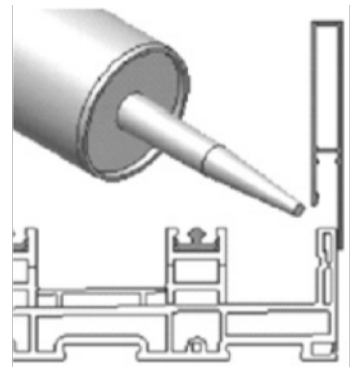

Figura 8
- 3. Si se trata de una puerta de derivación**, ubique el elevador del umbral (piezas 17, 18, 19 o 20). Alinee el elevador con el umbral del marco y aplique un pequeño cordón de sellador a lo largo de la parte superior del umbral del marco (figura 8). Fije el elevador con un mazo de goma, asegurándose de que encaje a presión en su lugar.
8. Será necesario recortar el **elevador del umbral** para que quede a tope contra el gancho tipo P (figura 7). Alinee el elevador del umbral con el umbral del marco y aplique un pequeño cordón de sellador en la parte superior del umbral (figura 8). Fije el elevador del umbral en su lugar con un mazo de goma, asegurándose de que encaje a presión en su lugar.